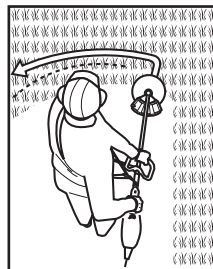

Fig. 24
3. faire particulièrement attention en travaillant à proximité d'arbres et de buissons. La tête de coupe peut endommager les écorces fragiles ou les poteaux de clôture (Fig. 24).